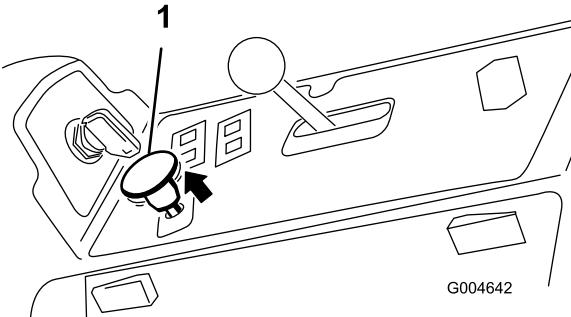

図 19
3. PTO スイッチを引くと PTO が作動を開始する（図 19）。